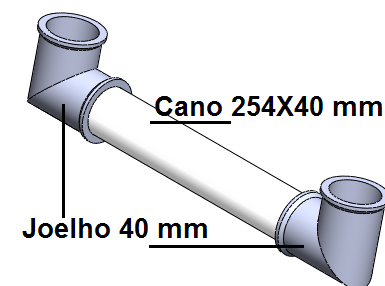

Figura 10. Montagem dos módulos – Módulo 2 – Passo 2
- Passo 2: Junte o outro cano de 254X40 mm com as 2 conexões “Joelho 40 mm”, como mostrado na figura 10 (1 unidade);